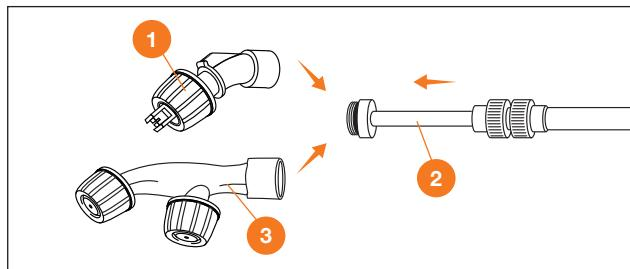

Рис. 8
2. Накрутите телескопическую штангу **2** на насадку форсунки **1** или на двойную насадку форсунки **3** и зафиксируйте её (Рис. 8).